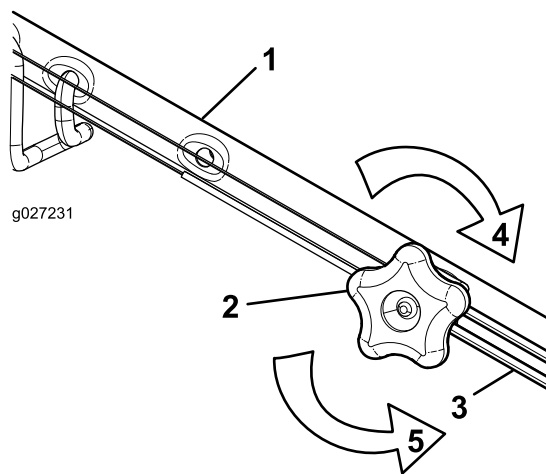

Рисунок 38
1. Поверните ручку регулировки против часовой стрелки, чтобы ослабить натяжку троса (Рисунок 38).
2. Отрегулируйте натяжение троса (Рисунок 38), потянув его назад или вперед, затем удерживайте в этом положении.